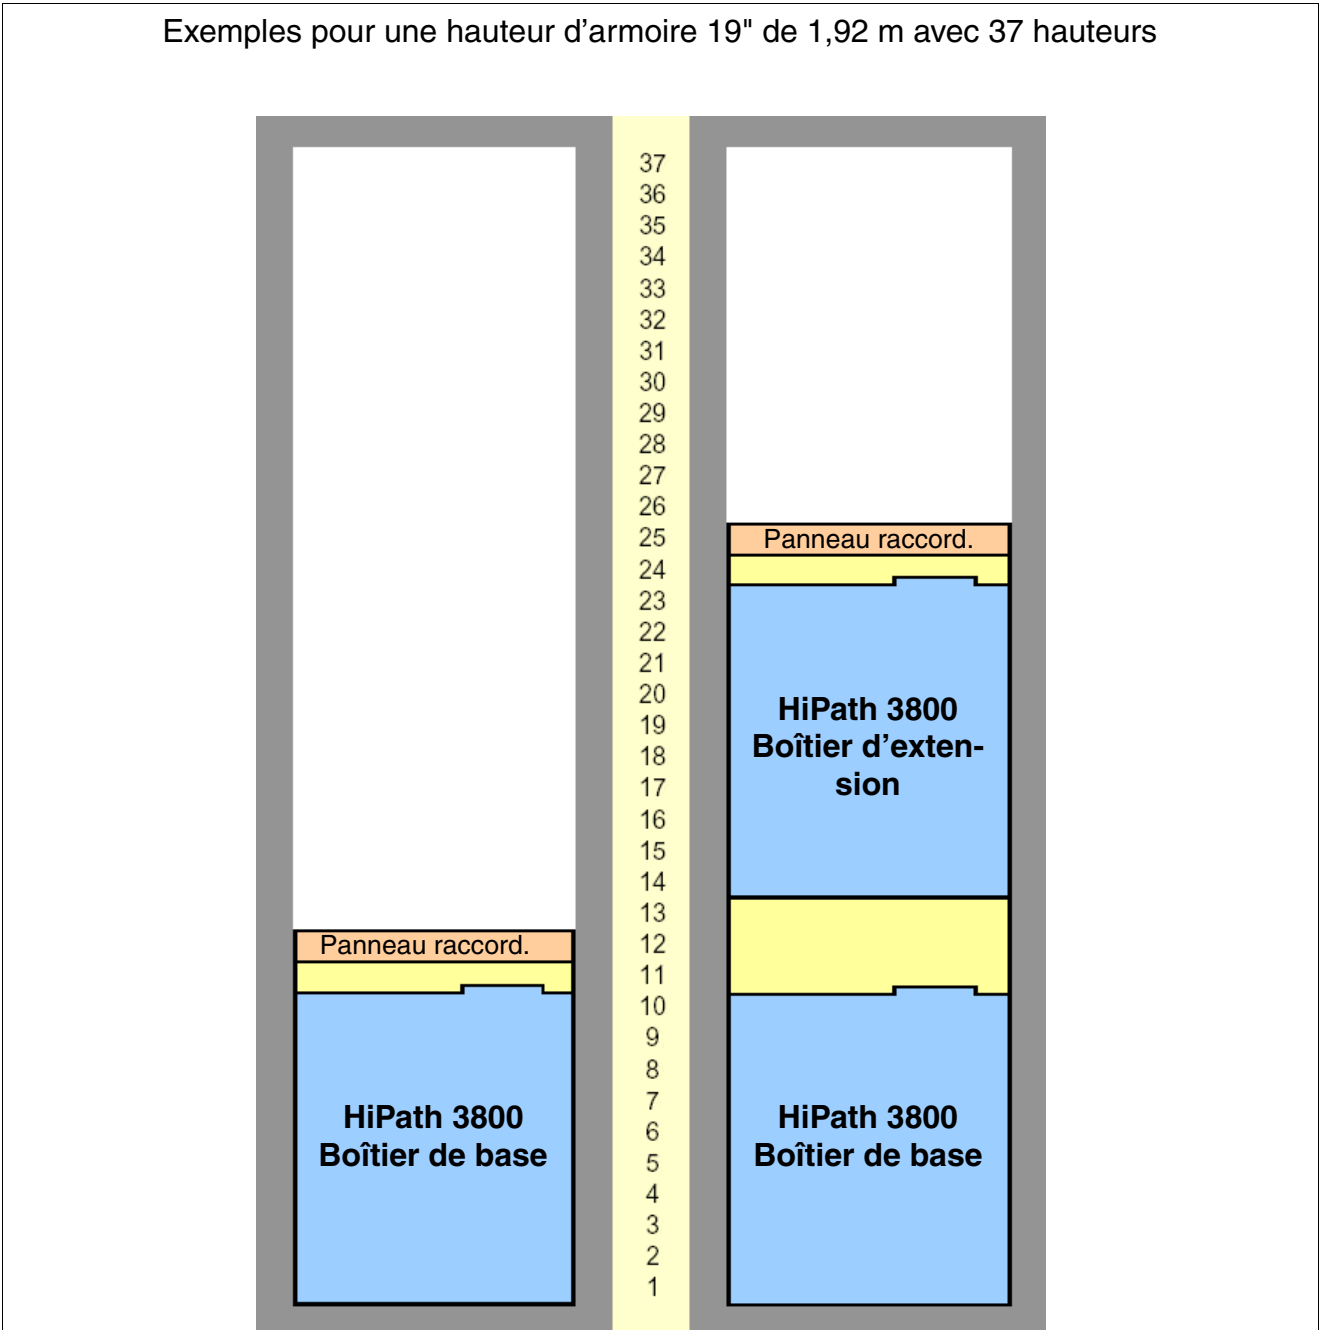

Figure 4-10 HiPath 3800 - Exemples de montage en armoire 19"
- Afin de garantir une aération suffisante des boîtiers du système dans l'armoire 19", vous devez respecter les écarts minimum suivants (voir figure 4-10) :
Les hauteurs représentées en jaune sur la figure 4-10 doivent rester libres afin de permettre une aération suffisante des boîtiers du système !